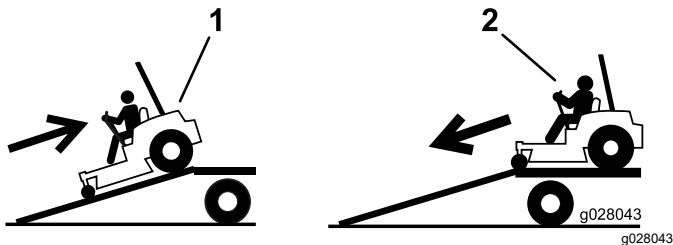

Figura 41
4. Suba la máquina por la rampa en marcha atrás (Figura 41).
2. Baje la máquina por la rampa conduciendo hacia adelante (Figura 41).